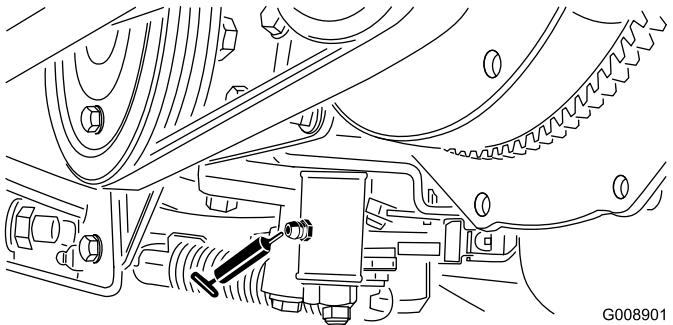

Figura 54
- Meccanismo di regolazione della folle (Figura 54)